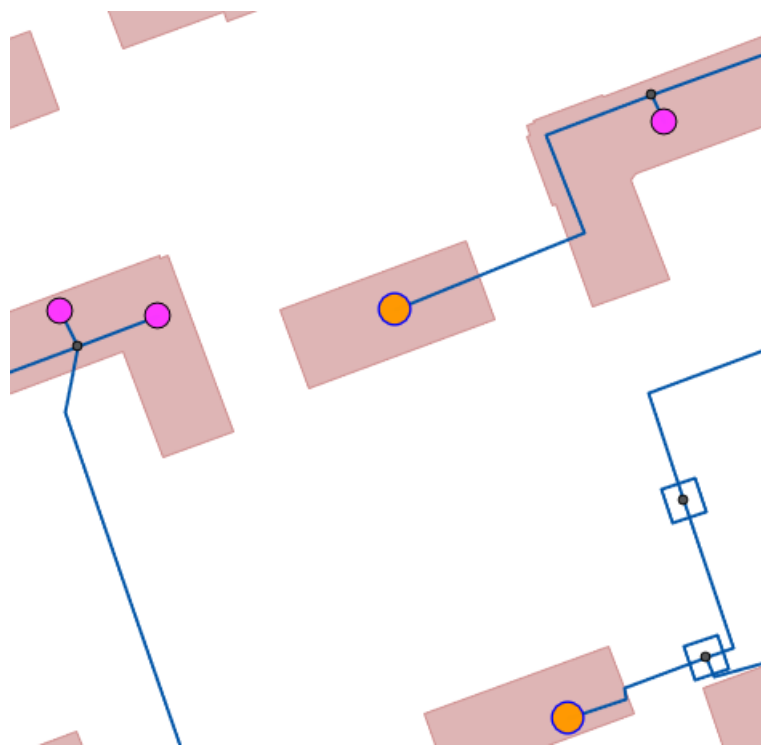

Рисунок 22.12. Пример подключенной тематической раскраски
6. Нажать кнопку ОК, после чего на экране отобразится тематическая раскраска для потребителей. (Рисунок 22.12, «Пример подключенной тематической раскраски»).